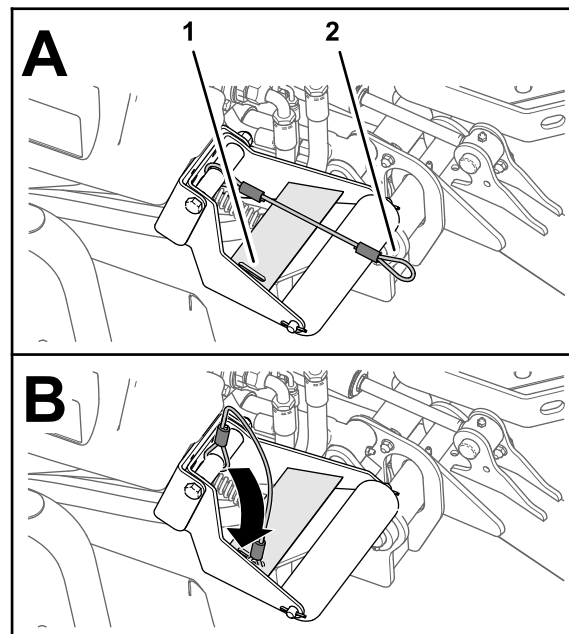

Figura 34
4. Con gli apparati di taglio abbassati, infilate l'occhiello del cordino nella fessura presente nella piastra di rinforzo del supporto del rullo (Figura 34).